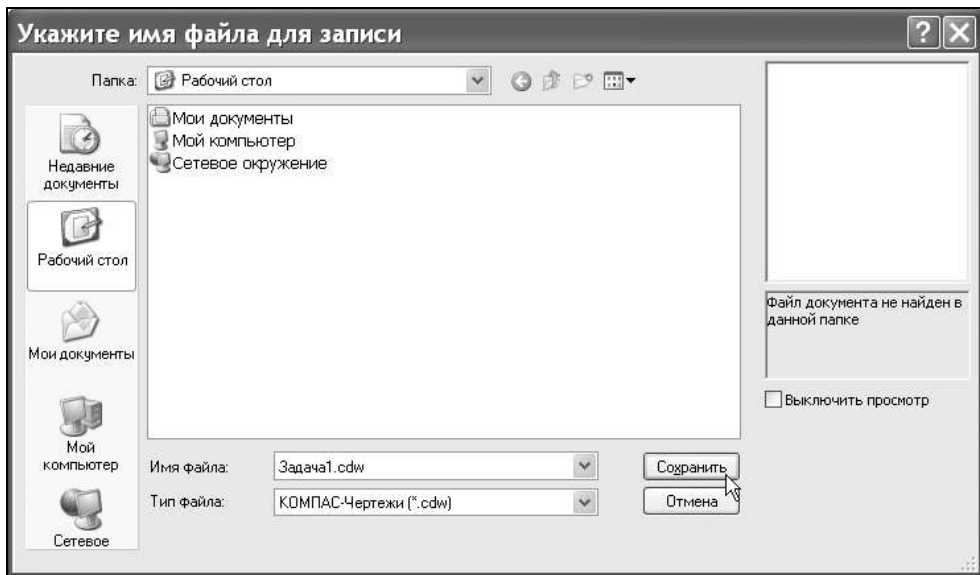

Рис. 2.8. Диалоговое окно **Укажите имя файла для записи**
2. В диалоговом окне **Укажите имя файла для записи** (рис. 2.8) выберите папку, где вы хотите сохранить свой документ.